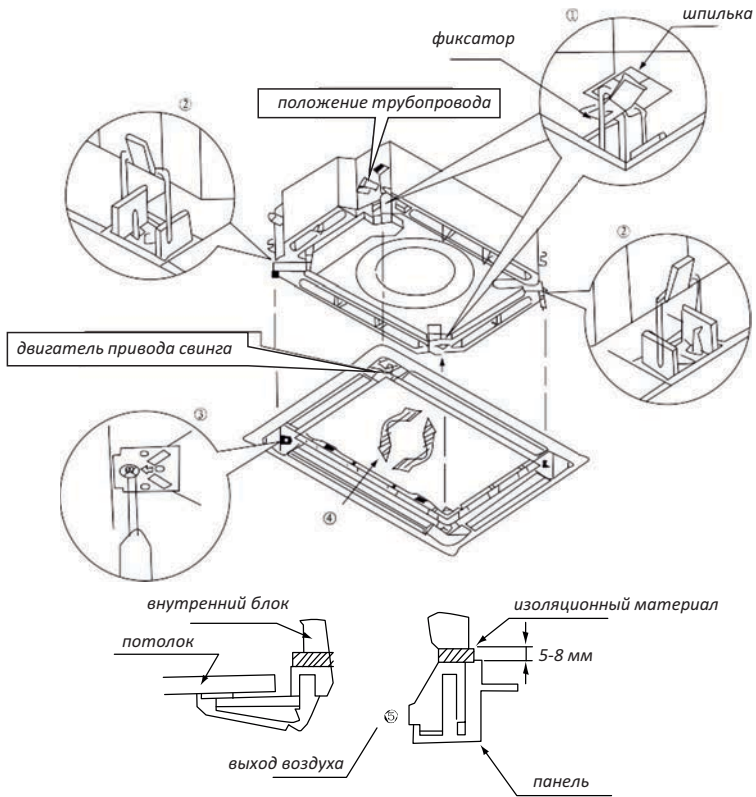

Рис.11.13
Установите панель на корпус внутреннего блока таким образом, чтобы положение двигателя жалюзи на стороне отделочной панели соответствовало положению трубопровода на внутреннем блоке, как показано на Рис.11.13.
- 4) Отрегулируйте положение панели, повернув ее по направлению стрелки, как показано на Рис.11.13, таким образом, чтобы потолочное отверстие было полностью закрыто.